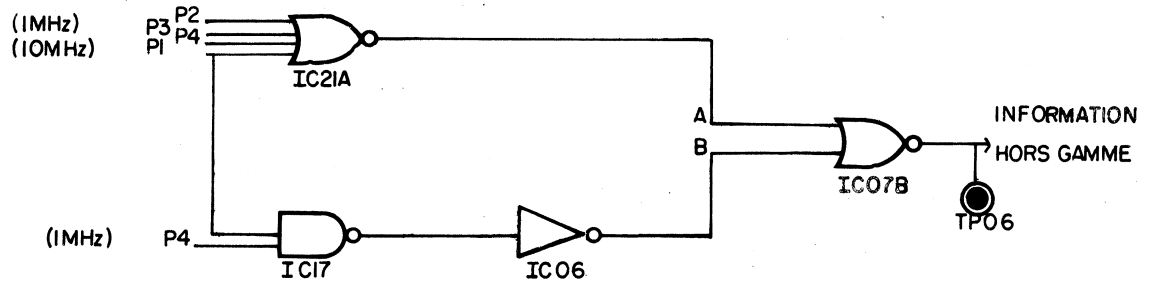

Fig. 3-22
g) - Information hors gamme (Fig. 3-22)